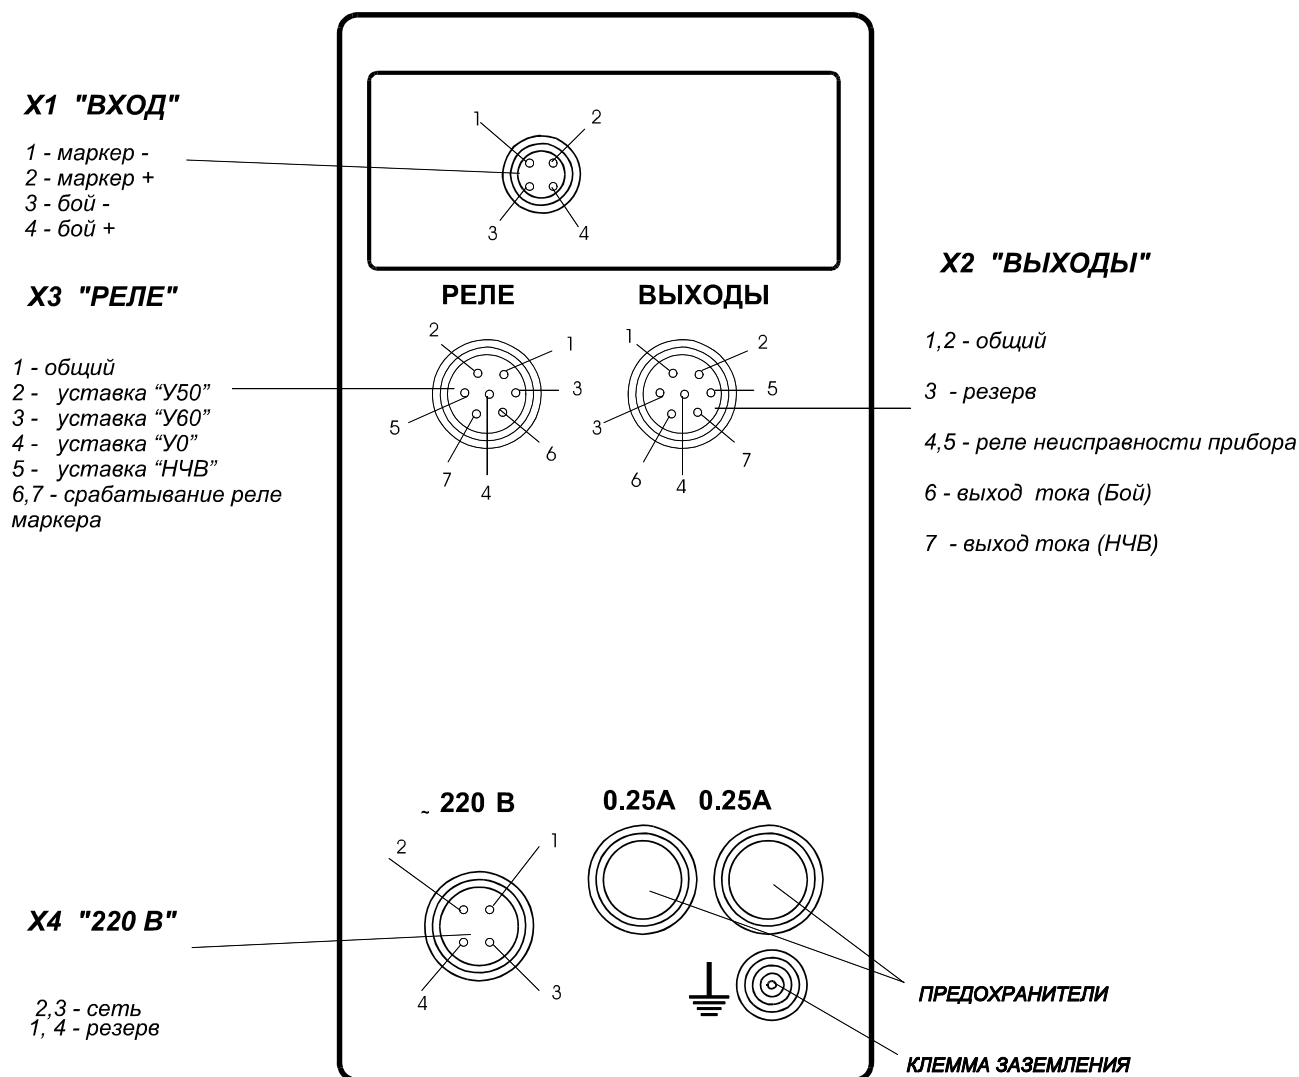

Рис. 6
Внешний вид задней панели вторичного блока и назначение разъемов приведено на Рис.6.
- Установить вторичный блок в щите. Разметка под установку вторичного блока приведена на Рис.6 в разделе 4.